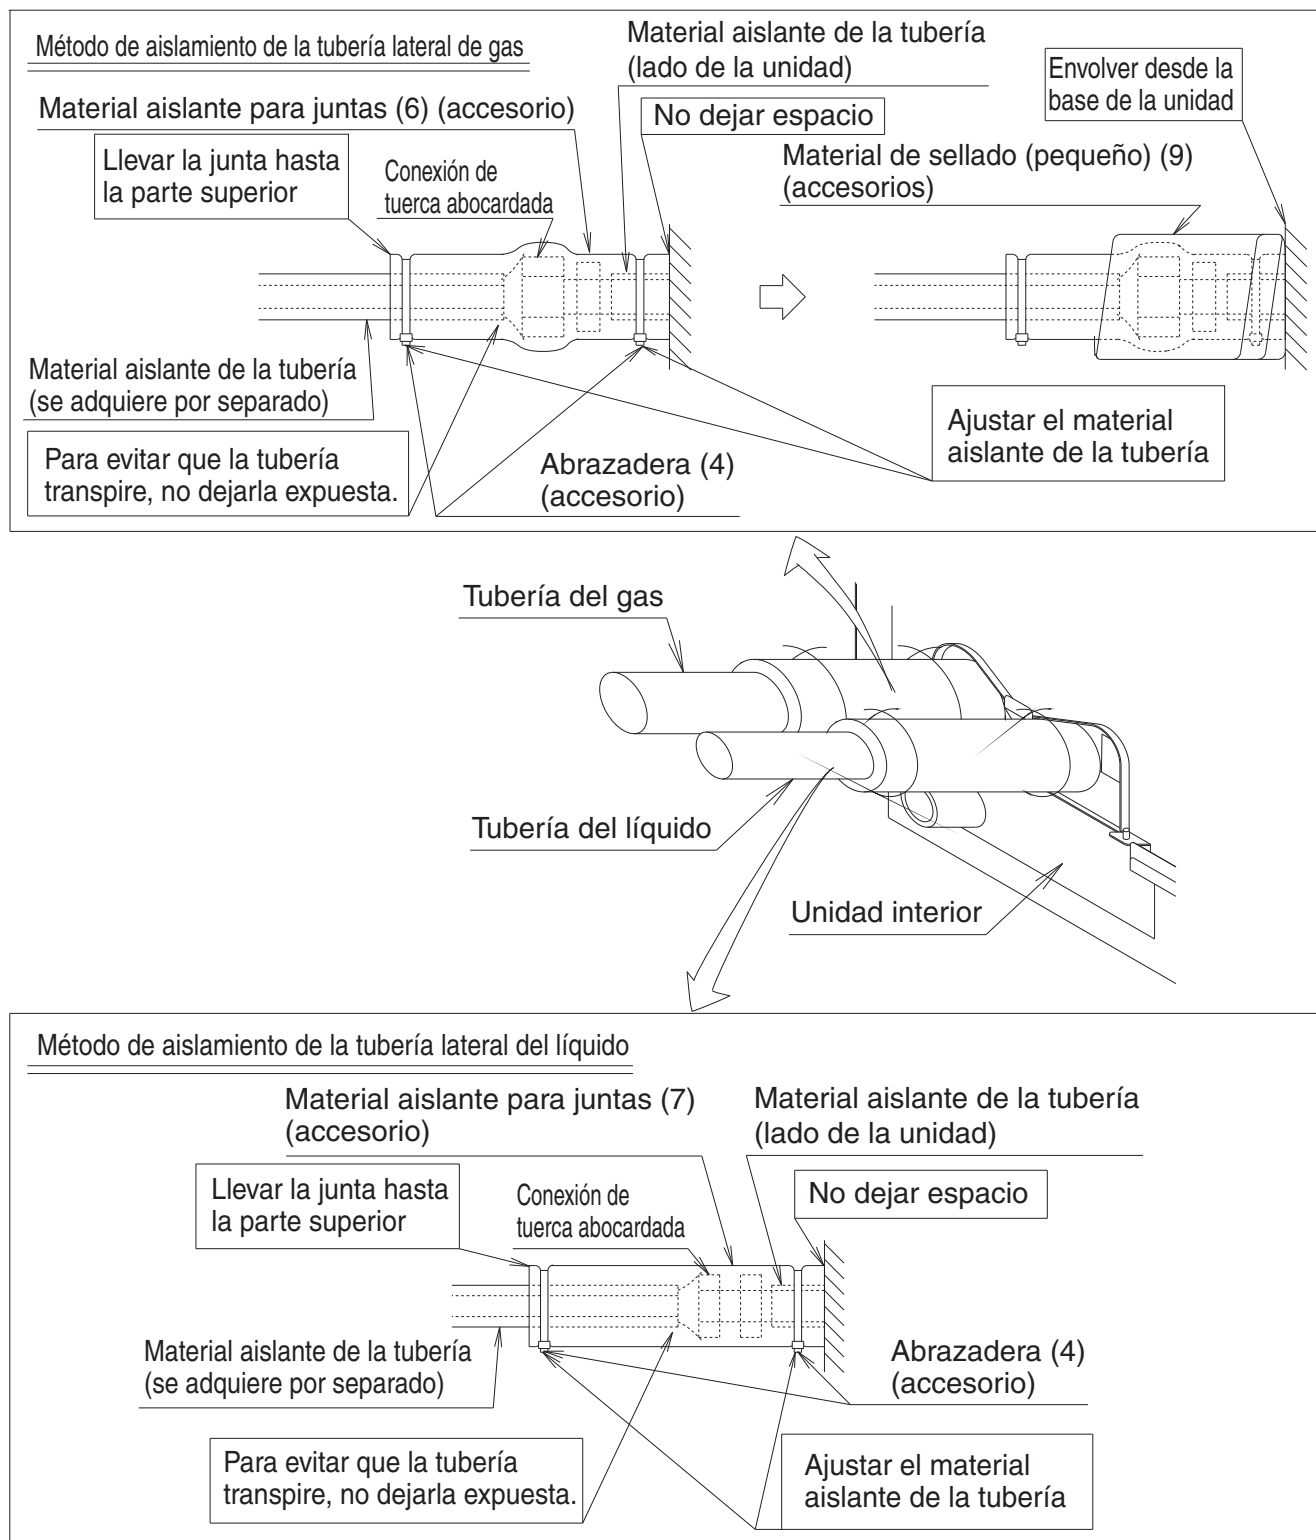

Fig. 15
- Tras la prueba de fugas, consultando la **Fig. 15**, aisle la conexión de las tuberías de gas y líquido con el material aislante para juntas suministrado (6) y (7) para evitar que la tubería quede expuesta. A continuación, sujete ambos extremos del material aislante con una abrazadera (4).
- Coloque el material de sellado (pequeño) (9) alrededor del material aislante para juntas (6) (sección de la tuerca abocardada), solo en el lado de la tubería del gas.
- Asegúrese de que la costura del material aislante para juntas (6) y (7) alcance la parte superior.